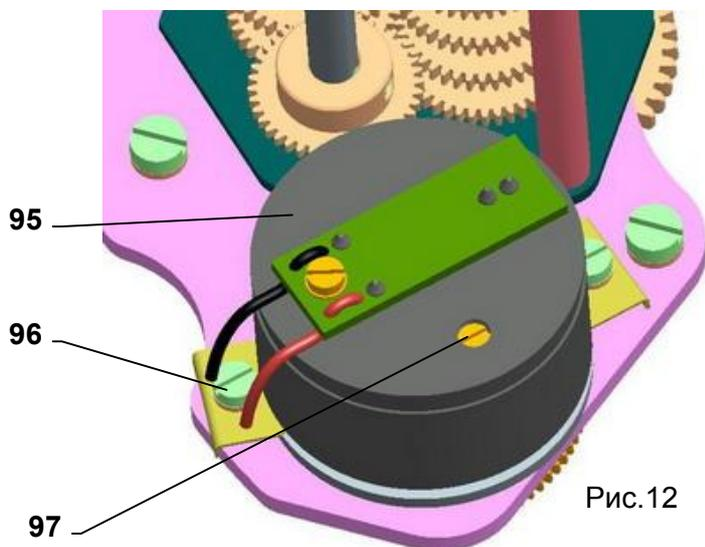

Рис.12
#### 4.7 Установка емкостного датчика СРТ1/А (рис.12)
С помощью триммера (97), Рис.12 можно унифицировать выходной сигнал емкостного датчика, установить его для любой величины хода, отвечающей приблизительно от 50% и до 100% максимальных рабочих оборотов на данном ступени по Таб. No 3.